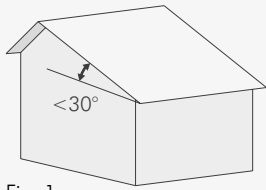

Fig. 1
Working on a roof means on a roof whose slope is less than 30° (Fig. 1) where the operator, to be able to work safely, has to connect him or herself to a horizontal flexible lifeline which has previously been installed on the apex of the roof (A). If such a lifeline is not already present, a temporary lifeline must be installed by a suitably-qualified worker to allow the work to be carried out in safety. Access to the roof is mainly:
Il lavoro su tetto si riferisce esclusivamente a coperture con inclinazione inferiore a 30° (Fig. 1) dove l'operatore, per lavorare in sicurezza, dovrà collegarsi ad una linea vita orizzontale flessibile già installata sulla linea di colmo (A). Qualora questa non sia presente, un operatore con la dovuta qualificazione dovrà installare una linea vita temporanea tramite la quale poter effettuare il lavoro in sicurezza.